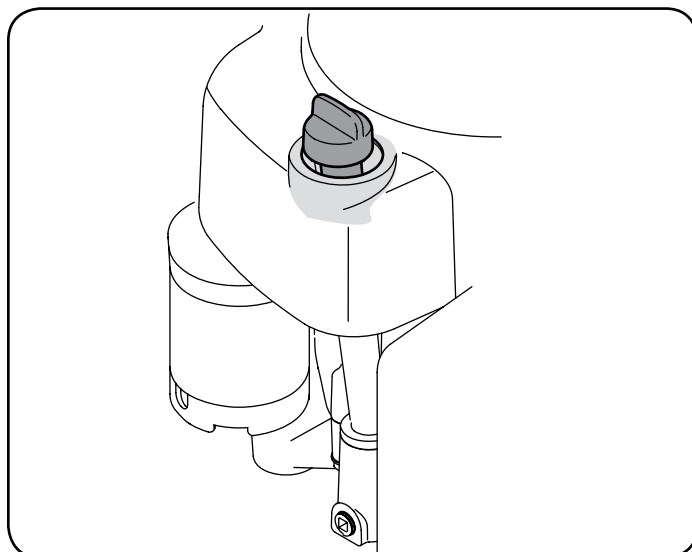

Figura 24
1. Limpie alrededor de la tapa y el tubo de la varilla de medición con una tela limpia para eliminar los residuos. Vea la Figura 24.